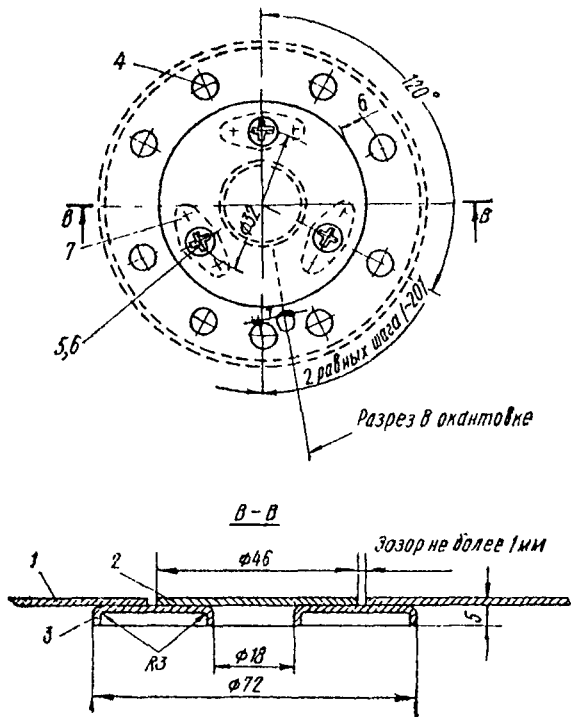

Рис. 4.30 Типовая установка лючка для устранения хлопуна.
3. Хлопуны на внутренней обшивке створки устраните установкой лючков, засверлив предварительно зоны хлопуна (рис. 4.30). В зоне обшивки, ограниченной продольными и поперечными силовыми элементами конструкции, допускается установка не более одного лючка.